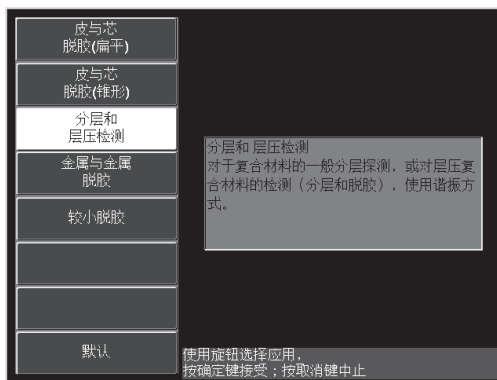

图 6-46 分层和层压检测
3. 选择**分层和层压检测**应用，然后按确定键（）接受（参见第 153 页的图 6-46）。